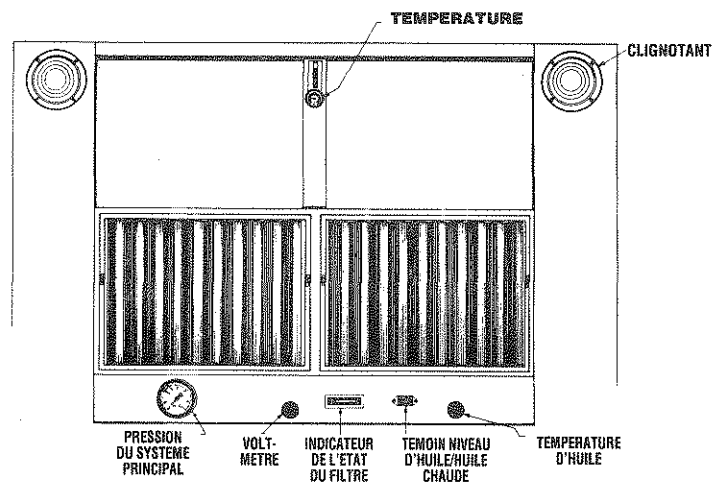

Fig. 49
6. Relever la pression du système principal sur la gauge située au bas du panneau avant de la presse, comme illustré fig. 49. Cette pression doit être de 5300 PSI environ.